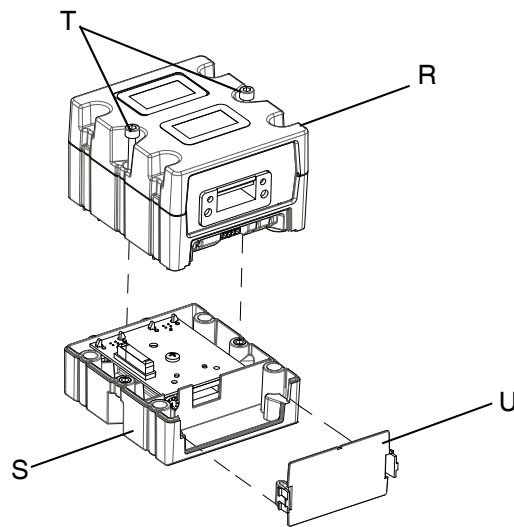

图 24: 拆卸 CGM
11. 如适用，将以太网、设备网或 PROFIBUS 电缆连接至 CGM 的现场总线接头。参见图 24。